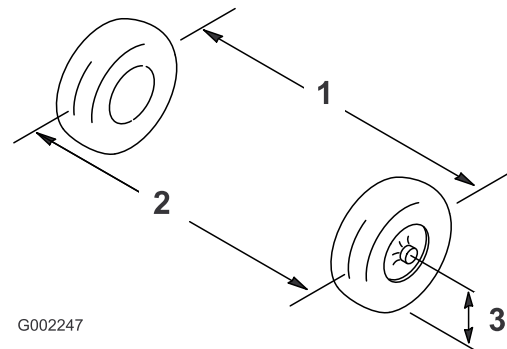

图 92
- 以轮轴的高度为标准测出前轮的轮前距离和轮后距离图 92。